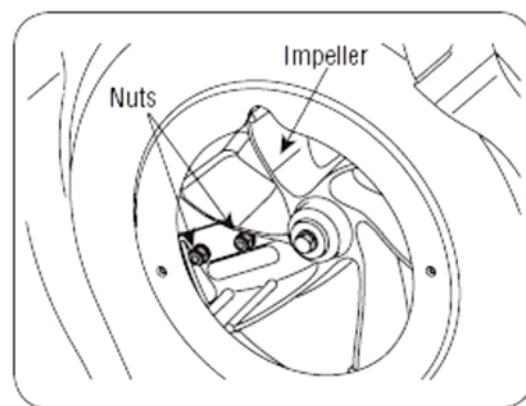

Figure 27
10. Доступ к гайкам можно получить через разъем диаметром 1/2 дюйма (смотри рисунок 27).